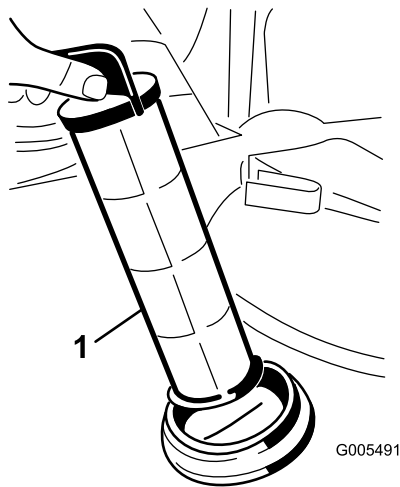

Figura 57
4. Retire o filtro de rede da sucção do orifício (Figura 57).